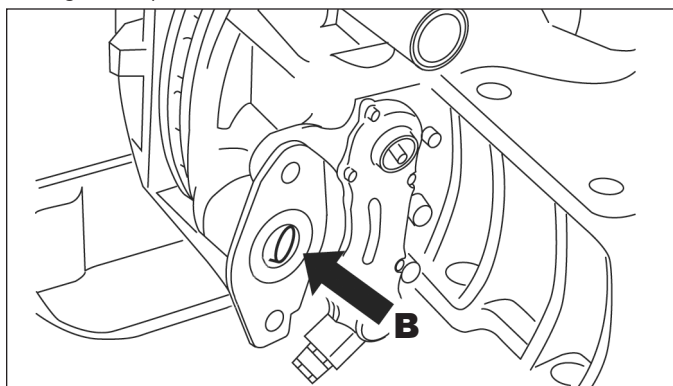

Figure 11 – Installation du frein à ressort
1. S'assurer que la zone de montage du récepteur de frein à ressort est propre et exempte de débris. (Cf. B dans la Figure 11.)